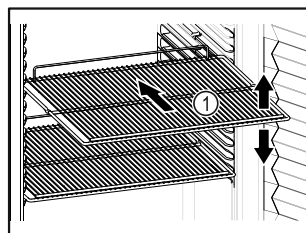

Fig. 47 Atvaizdo pavyzdys
- Jei pastatymo groteles Fig. 47 (1) galima perkelti, pritaikykite atsizvelgdami į aukštį.